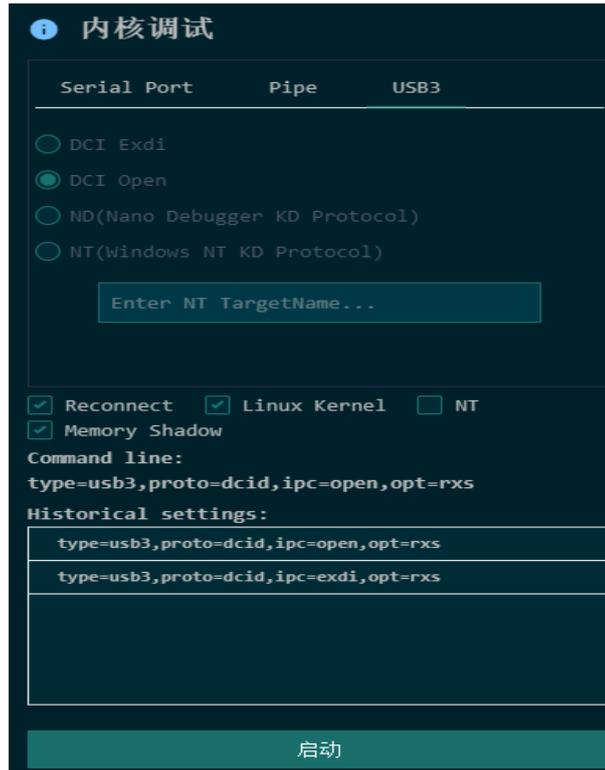

图 5.2 Linux 内核调试时应选择的选项
2. 打开 Nano Code 并登录=>打开 Nano 调试并点击左侧栏中的 [糖果]（鼠标放上去会提示 Nano Debugger）=>点击 [内核调试] => 点击 [USB3] => 点击[DCI Open] =>点击 [Reconnect] 、[Linux Kernel] 、 [Memory Shadow] => 点击[启动]；Linux 内核调试时应选择的选项详见图 5.2。